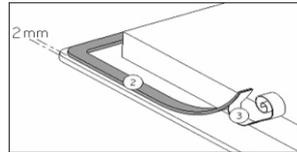

Fig. 6
- 1- Aplicar a fita de vedação (fornecida) na borda do furo e apoiar o cooktop (Fig. 6);